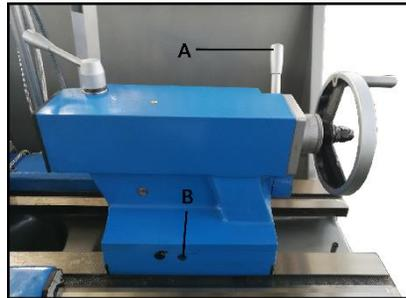

Fig 19
Zur Verstellung die Reitstock-Klemmschraube (A, Fig 19) lösen. Die Verstellerschraube auf der Vorderseite herausdrehen (B) und auf der Rückseite entsprechend nachstellen.